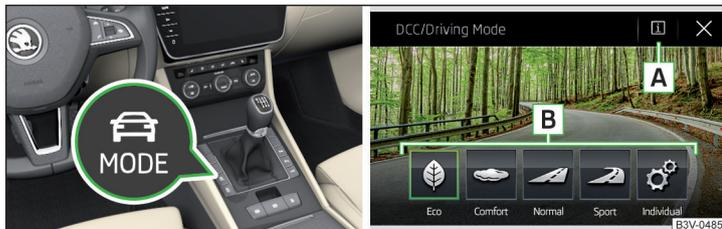

Abb. 297 Taste für die Auswahl des Fahrmodus / Anzeige im Infotainmentbildschirm
Die Taste » Abb. 297 drücken.
Im Infotainmentbildschirm werden die folgenden Funktionsflächen angezeigt » Abb. 297.
- Durch Antippen der entsprechenden Funktionsfläche im Infotainmentbildschirm » Abb. 297.